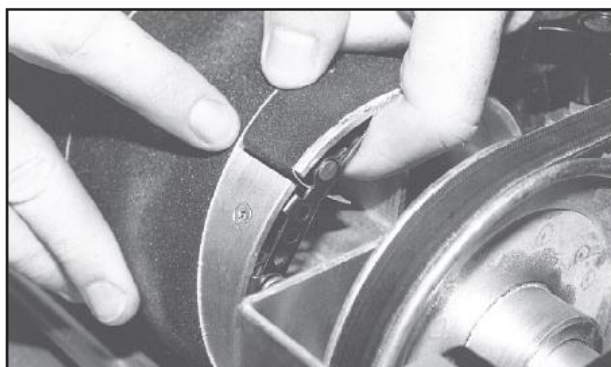

Рис. 16G Вставьте конический конец во внутренний паз.
4. Правильно обрезав задний край полосы, снова оберните барабан и вставьте конусообразный конец в прорезь на правом (внутреннем) конце барабана. Вставьте заостренный конец во внутреннюю крепежную деталь. Потяните вверх рычаг зажима, чтобы открыть зажим, и потяните рычаг захвата вверх, как показано на рисунке (рис. 16G). После вставки конца полосы отпустите рычаг зажима, переместив указательный палец в сторону прорези барабана. Это позволяет зажиму удерживать абразив, удерживая рычаг захвата в положении "вверх".